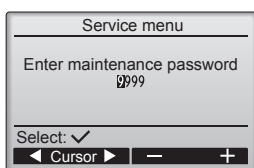

Fig. 6-2
- ① Wählen Sie "Service" im Hauptmenü und drücken Sie die Taste .
- ② Bei der Auswahl des Service-Menüs wird ein Fenster geöffnet, das zur Passworteingabe auffordert. (Fig. 6-2)